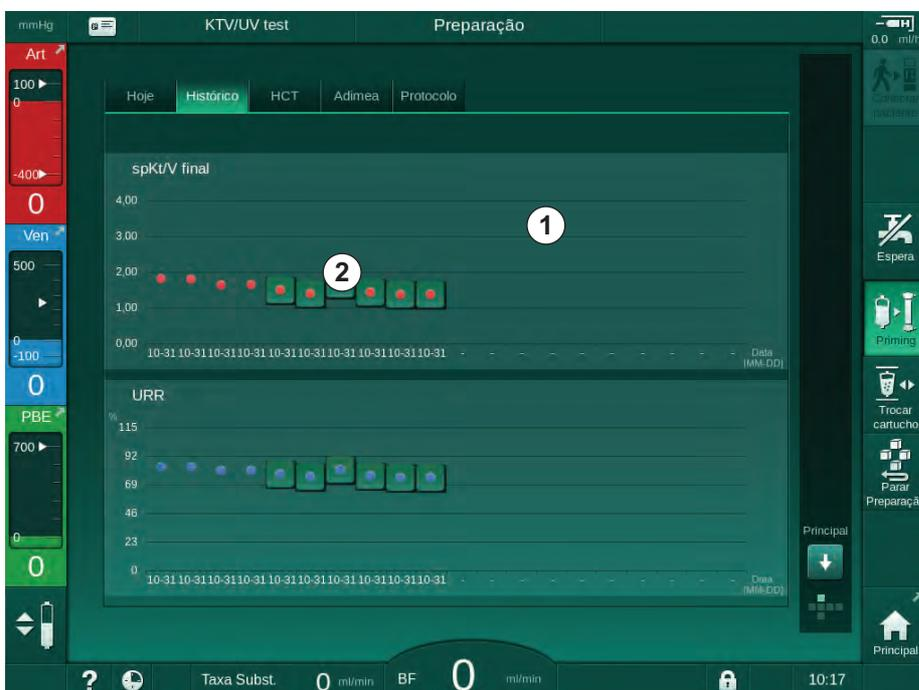

Fig. 11-14 Histórico de parâmetros na tela de *Informações*
Informações mais detalhadas sobre as 6 últimas terapias completas são disponibilizadas. Depois de tocar a marca correspondente do parâmetro (Fig. 11-14, ② ) para uma data determinada, uma tendência desse parâmetro será exibida para essa terapia em particular (Fig. 11-15). A resolução é de 5 minutos. A visualização da tendência será fechada ao tocar *Voltar* ① .